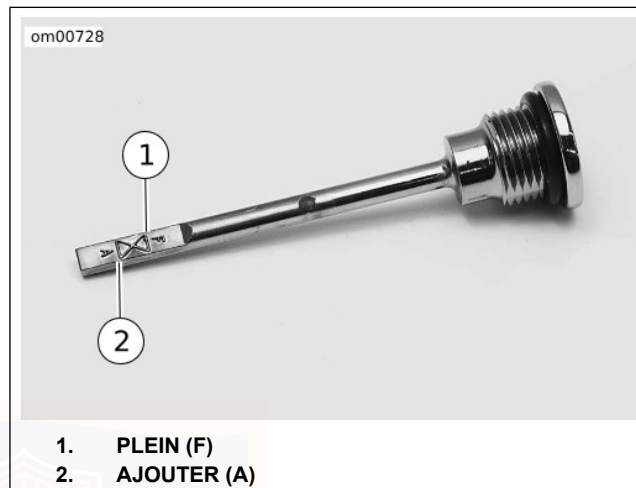

Figure 27. Niveau du lubrifiant du bouchon de remplissage/jauge de la transmission
3. Voir la Figure 27. Essuyer le bouchon de remplissage/jauge. Insérer la jauge dans le trou de remplissage, puis la retirer. La jauge doit reposer sur le rebord du trou de remplissage. Ne pas trop serrer. Le niveau du lubrifiant doit être situé entre les limites supérieure et inférieure du repère indicateur de niveau d'huile sur la jauge.